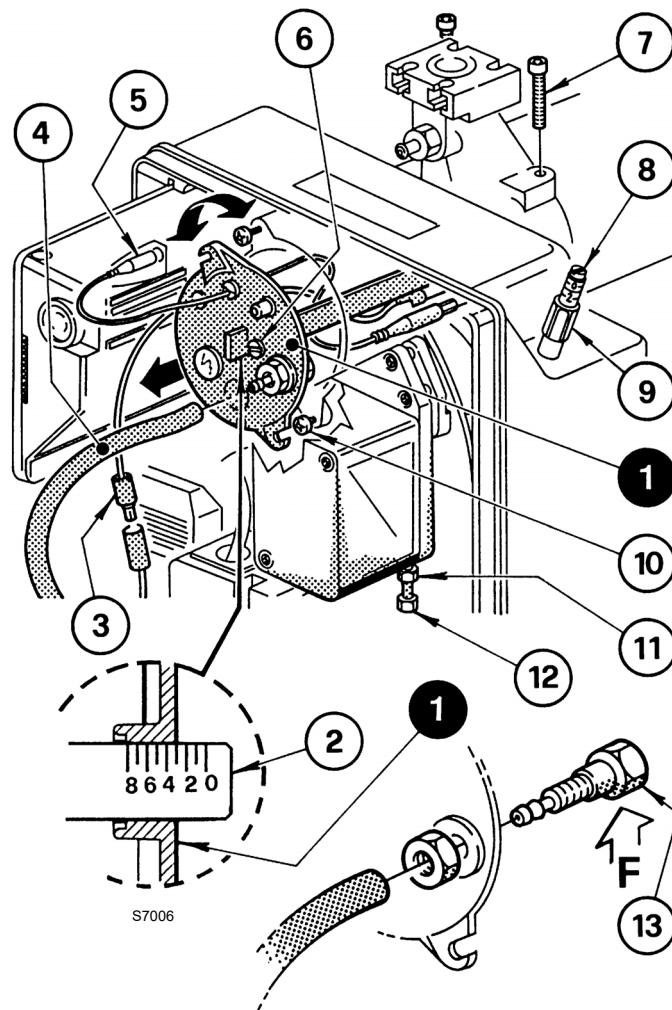

Рис. 12
Регулировка осуществляется путем вращения по или против часовой стрелки регулировочного винта 6) (Рис. 12), пока риска на регулировочной планке 2) не совпадет с внешней плоскостью узла головки 1).
На Рис. 12 регулировочная планка головки откалибрована на метку 3.
- отсоедините подсоединения 3) и 5) (Рис. 12);
- выньте трубку 4) и ослабьте винты 10) (Рис. 12);
- открутите и снимите винты 7), выньте узел держателя головки 1) (Рис. 12), слегка повернув ее при этом вправо.
Не рекомендуется изменять регулировочное положение кронштейна относительно колена 2) (Рис. 12) на этапе демонтажа.
Выполните монтаж в обратном порядке, устанавливая узел головки 1) (Рис. 12) в исходные положения.
Закрутите винты 7) (Рис. 12), не затягивая их до упора. Затяните их моментом затяжки 3 - 4 Нм.
В случае случайного ослабления штуцера для замера давления 13) (Рис. 12), закрепите должным образом крепление, удостоверившись, что отверстие (F) с внутренней стороны головки 1) (Рис. 12) повернуто вниз.